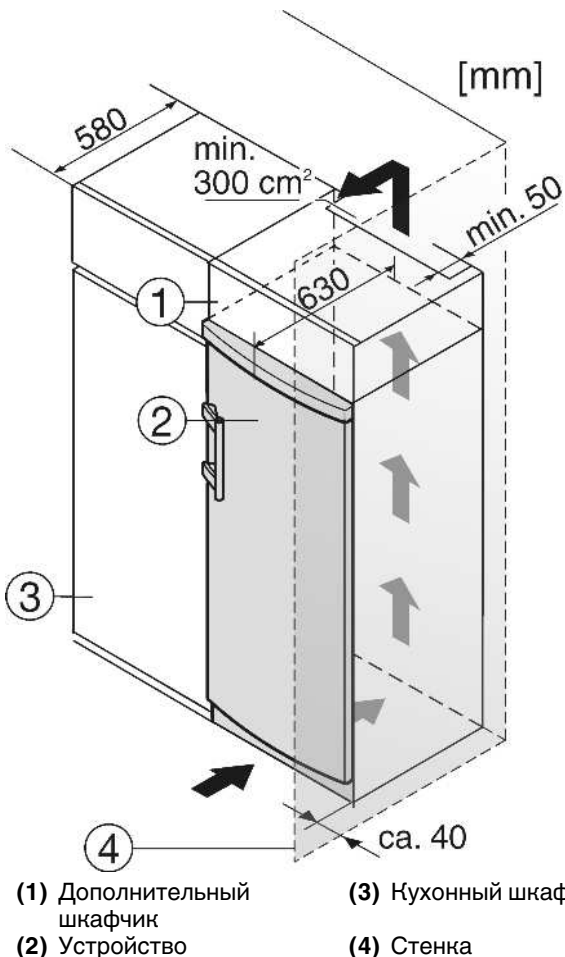

Fig. 9
- (1) Дополнительный шкафчик
- (2) Устройство
- (3) Кухонный шкаф
- (4) Стенка
Устройство может быть окружено предметами кухонной обстановки. Чтобы уравнять устройство Fig. 9 (2) по высоте с кухонной стенкой, можно установить над устройством соответствующий дополнительный шкафчик Fig. 9 (1).
При комбинировании с обычными кухонными шкафами (глубина макс. 580 мм) устройство можно установить непосредственно рядом с кухонным шкафом Fig. 9 (3). Дверь устройства выступает по сторонам на 34 мм и по центру устройства на 50 мм относительно передней стенки кухонного шкафа. Поэтому ее можно свободно открывать и закрывать.
Если устройство установлено на шарнирах у стены Fig. 9 (4), то расстояние между устройством и стеной должно быть не менее 40 мм. Настолько выступает ручка при открытой дверце.